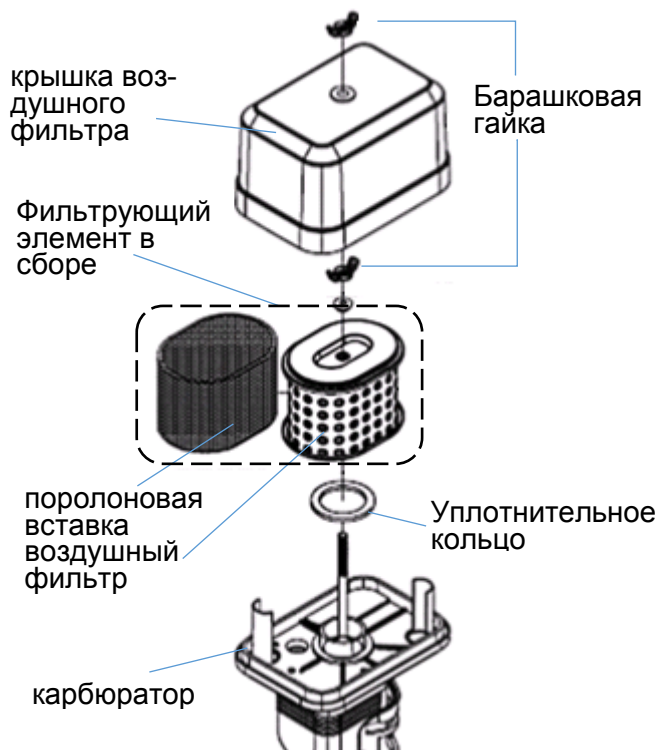

Рис. 23
**⚠ ОСТОРОЖНО!** Никогда не запускайте двигатель без воздушного фильтра. Попадающие в двигатель мелкие частицы приведут к ускоренному износу цилиндропоршневой группы двигателя и дорогостоящему негарантийному ремонту. Для очистки извлеките фильтрующий элемент, (см. рис. 23)